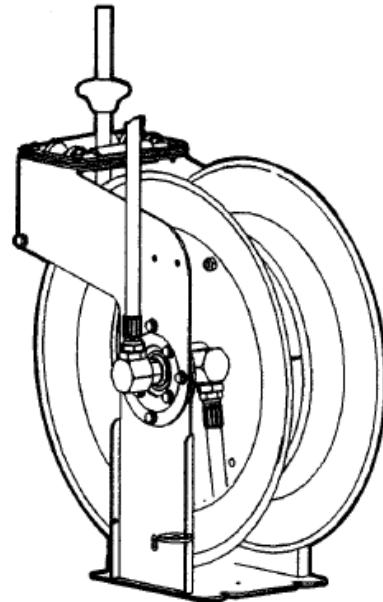

Fig. 5
1. Be sure that the hose reel is firmly fixed. Uncoil the hose until it is possible to disconnect it from the outlet adaptor (figure 5).
1. S'assurer que l'enrouleur avec flexible est bien fixé. Dérouler le flexible jusqu'à ce qu'il possible de pouvoir le déconnecter de la rotule (Figure 5).